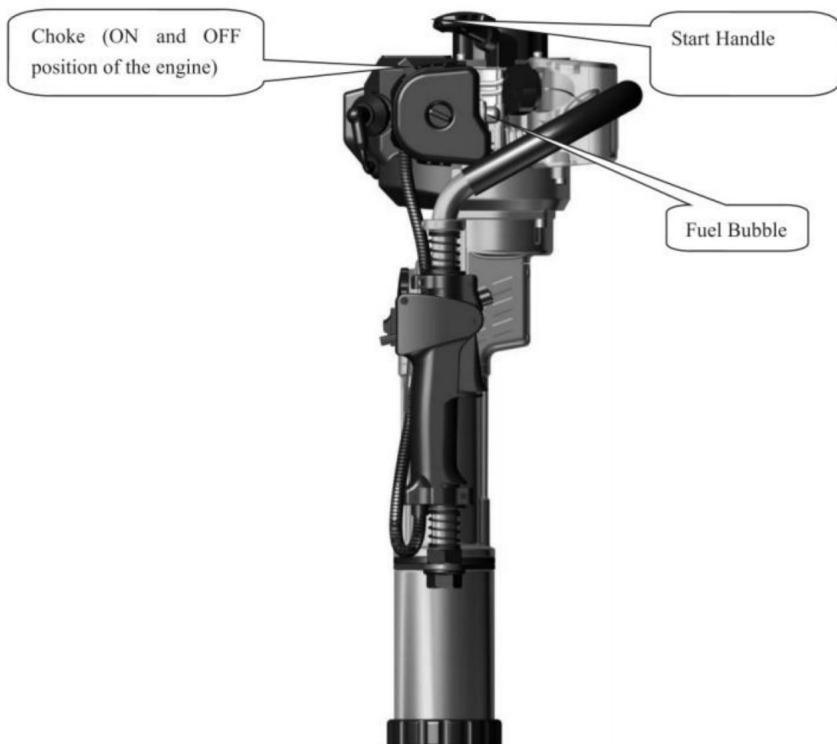

Fig 4
5.1 Antes de arrancar la nueva máquina, presione repetidamente la burbuja de combustible transparente y semicircular (Fig.4) hasta que el carburador esté lleno de combustible. (Si el motor está frío, cierre la puerta de aire. Abra la puerta de aire después de arrancar.)
5.2 Coloque la máquina en posición vertical según la Fig.4. Sujete la parte superior del manija firmemente con una mano mientras que la otra tira de la manija de tracción arrancador por más de 50 cm rápidamente. No deje que la manija de tracción retroceda libremente Tirando repetidamente, pero sosténgalo firmemente para evitar lesiones resultantes de un movimiento rápido. resiliencia.